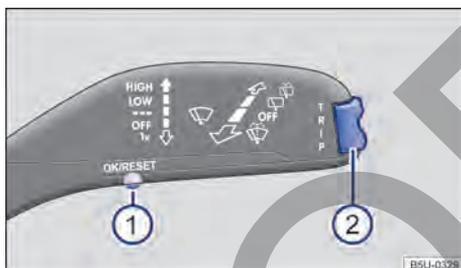

Fig. 17 En vehículos sin volante multifunción: tecla  en la palanca de los limpiavidrios para confirmar los ítems de menú y llave  para cambiar entre los menús.
- Si aparece un mensaje o el pictograma del vehículo, presione la tecla  → **fig. 17** .
- Mantenga la llave presionada → **fig. 17**  o presiónela al menos dos segundos hacia arriba o hacia abajo. Aparece el menú principal.